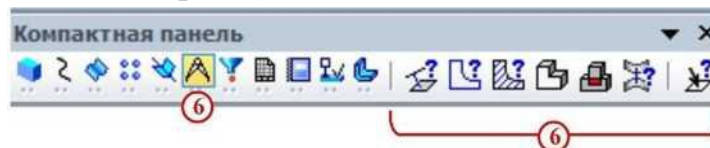

Рисунок 11 Инструментальная панель Измерения и диагностика
- кнопка вызова панели **Измерения и диагностика** 6 , рисунок 11, которая предназначена для измерения различных геометрических параметров детали (расстояние или угол между вершинами, длина кривой, площадь плоскости и т.д.), а также расчет массо-центровочных характеристик модели (объема, массы, координат центра тяжести, осевых и центробежных моментов инерции);